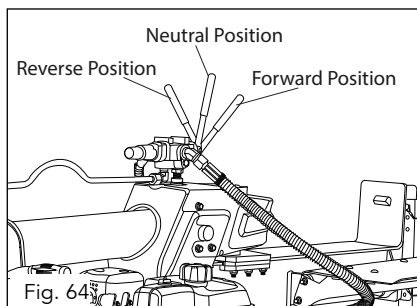

Fig. 64
Control lever (1) (fig 64 & 65)